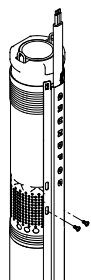

Рис. 18 Закрепление защитной планки кабеля
- Прикрепите защитную планку кабеля к сетчатому фильтру с помощью двух самонарезающих винтов, входящих в комплект поставки. См. рис. 18.